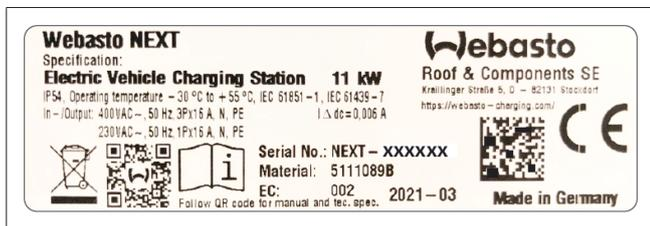

Abb. 1 Beispiel Webasto Next Typenschild (11kW Version)
- Geben Sie die Details für Ihr Ladegerät im folgenden Format ein. Diese Informationen können Sie beispielsweise Ihrem Typenschild auf Ihrem Ladegerät entnehmen (vgl. Abb. 1):